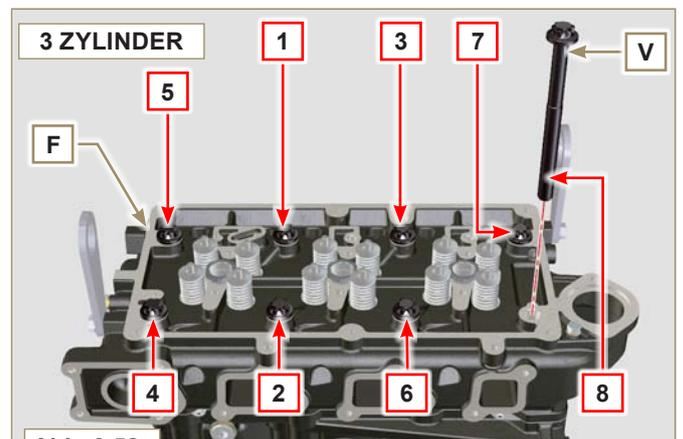
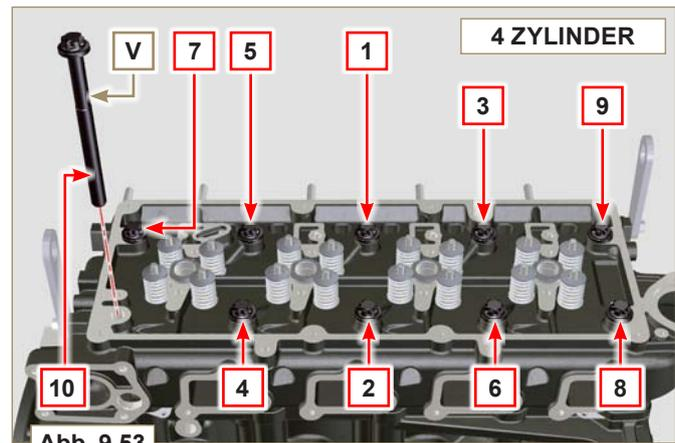

Abb. 9.52
Abb. 9.53
- 9 - Den Zylinderkopf **F** mit Hilfe der Schrauben **V** befestigen; dabei müssen unbedingt die in Abb. 9.52 oder Abb. 9.53 angeführte Abfolge sowie die in Tab. 9.3 angegebenen Anziehmomente eingehalten werden.
- Für den Motor **KDI 1903 TCR**: 8 **Torx-Schrauben M12x1,25** (Abb. 9.52).
- Für den Motor **KDI 2504 TCR**: 10 **Torx-Schrauben M12x1,25** (Abb. 9.53).